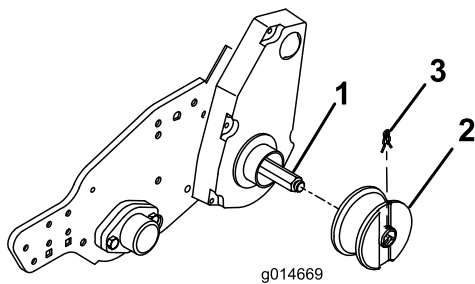

Bild 10
3. Setzen Sie ein Rad auf jede Achse und befestigen es mit einem Radclip (Bild 10).